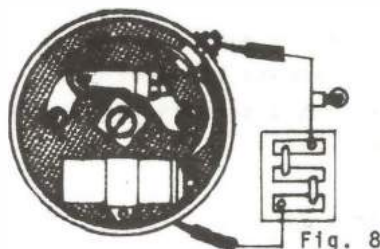

Fig. 8
- d. Verifique la aislación a masa del tornillo terminal de conexión, con una lámpara serie (Fig.8), mientras mantiene abiertos los platinos.